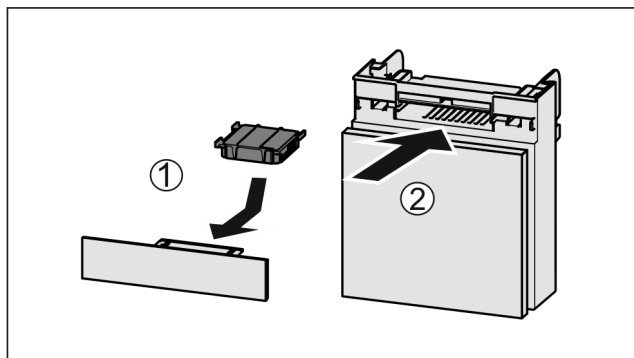

Fig. 133
- ▶ Helyezze be Fig. 133 (1) az aktív-szűrőt az ábrán látható módon.
- ▶ Tolja be Fig. 133 (2) a rekeszt.